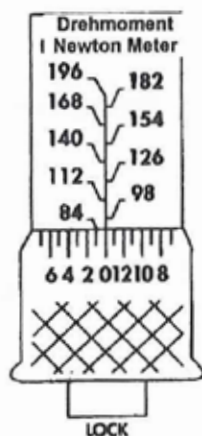

Abbildung 1
- (1) Drehen Sie den Kordelgriff auf die Markierung 84. Die Null auf der Griffseite muss in einer Linie mit der vertikalen Linie des Hebels liegen (siehe Abbildung 1).
- (1) Rotate the knurled handle to the marking 84. The zero on the side of the grip must be lined up to the vertical line of the lever (see figure 1).
see figure 1